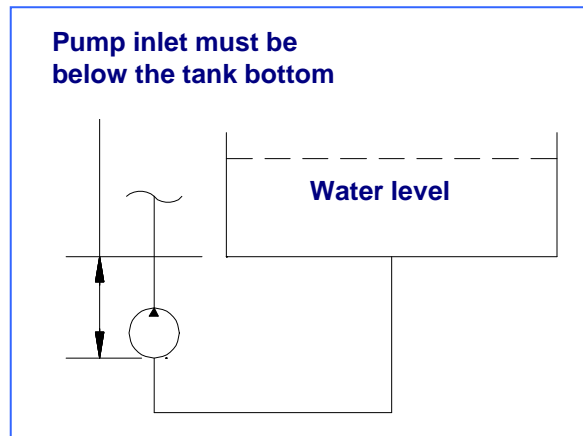

Figura 4.4 – Fonte de alimentação por gravidade
- Fonte de água de alimentação por gravidade (ver Figura 4.4). Neste caso, a bomba elétrica não é necessária. Use uma mangueira com um diâmetro de pelo menos 1-1 / 4 "para conectar o tanque de água à unidade de energia
Certifique-se de que a fonte de água pode fornecer de forma confiável o fluxo máximo de bomba de 16 GPM (60 LPM). Um fluxo mínimo de 20 GPM (75 LPM) é recomendado para garantir que a bomba não fome de água. Se conectar a um tanque de alimentação por gravidade, localize a parte inferior do tanque acima da conexão de entrada de água na unidade de energia para garantir uma linha de sucção inundada. (Ver Figura 4.4)